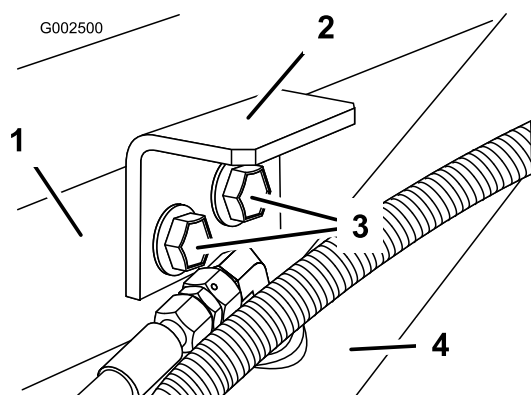

Figura 15
2. Montate le staffe di tenuta dell'accessorio utilizzando i due bulloni e i dadi flangiati tolti in precedenza (Figura 15).